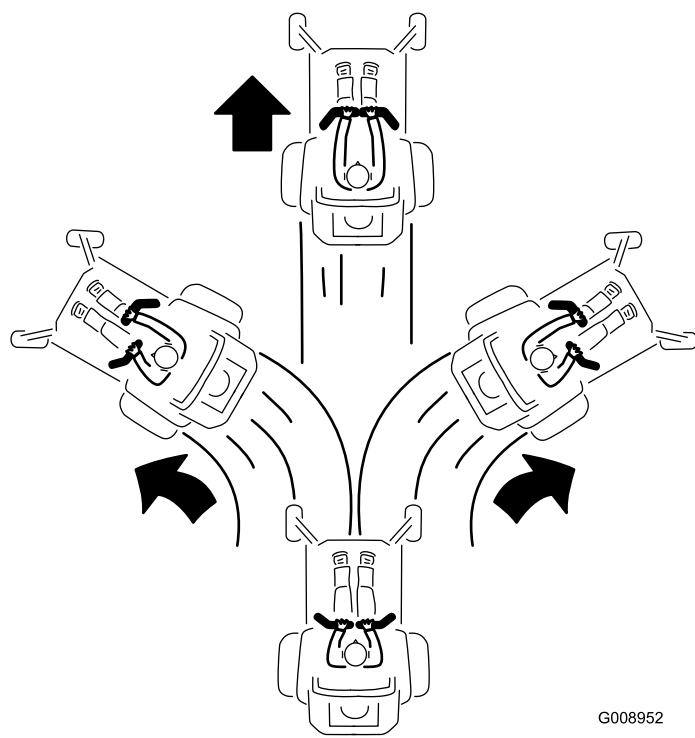

Figure 21
3. Pour vous déplacer en marche avant, poussez lentement les leviers de commande de déplacement vers l'avant (Figure 21).